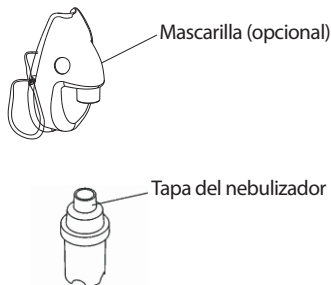

Figura 4
7. Si utiliza la mascarilla (opcional), presiónela directamente sobre la tapa del nebulizador (Figura 4).